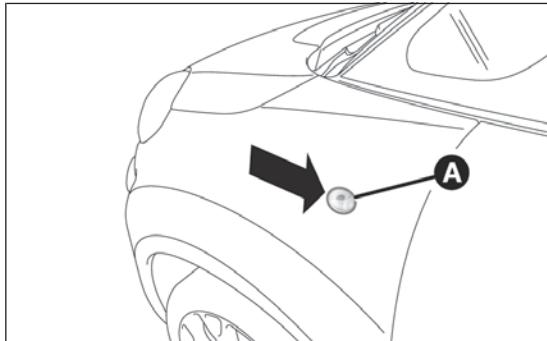
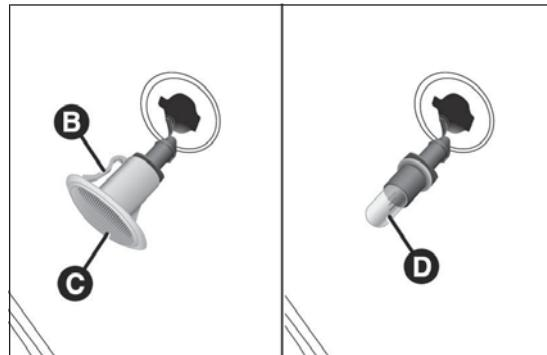

fig. 177
fig. 178
- agire sul trasparente A fig. 177 in modo da comprimere la molletta interna B fig. 178, quindi sfilare il gruppo verso l'esterno;